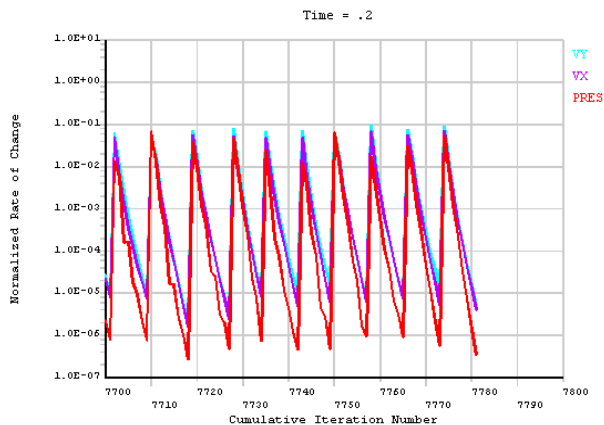

图 7-105 迭代曲线
⑪ 依次选择 Utility Menu → Select → Everything。
⑫ 依次选择 Main Menu → Solution → Run FLOTRAN, 求解完成后会弹出提示对话框, 单击“Close”按钮关闭。迭代曲线如图 7-105 所示。
① 读入计算结果: 依次选择 Main Menu → General PostProc → Read Results → Last Set, 读取最后一次迭代的计算结果。